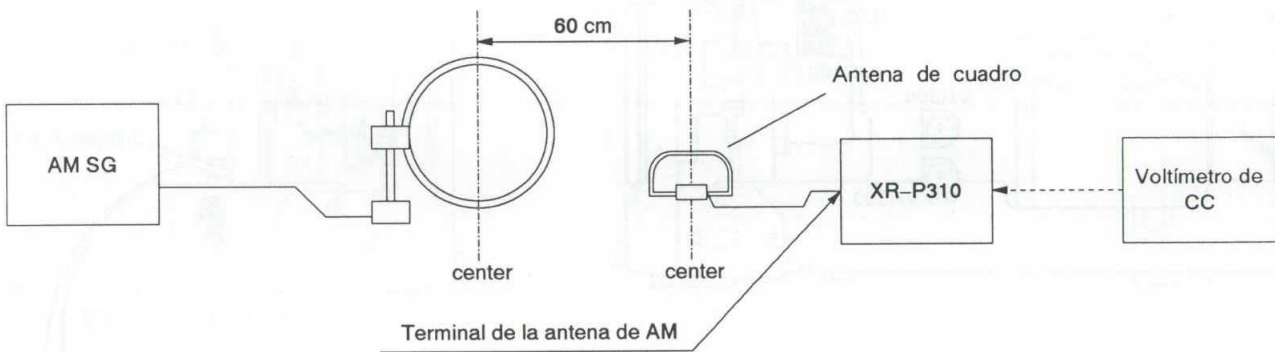

Fig. 8-2. Diagrama de Conexión Para el Ajuste de AM
- Conecte como lo indica la Fig. 8-2.
- Los puntos de ajuste y de prueba están indicados en la Fig. 8-2.